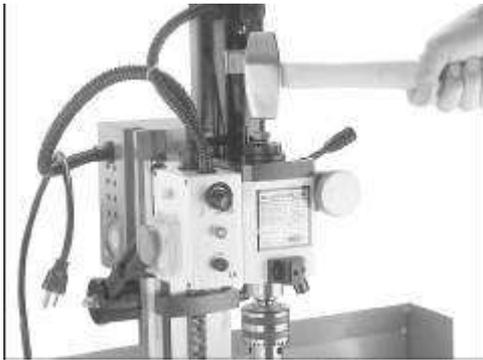

Figure 10 Libérer le boulon du tirant en tapotant avec un maillet
5. En utilisant un marteau laiton ou bois, tapotez sur l'extrémité de l'écrou du tirant, comme illustré dans la **figure 10**. Le mandrin de perçage doit maintenant être libre dans la broche.